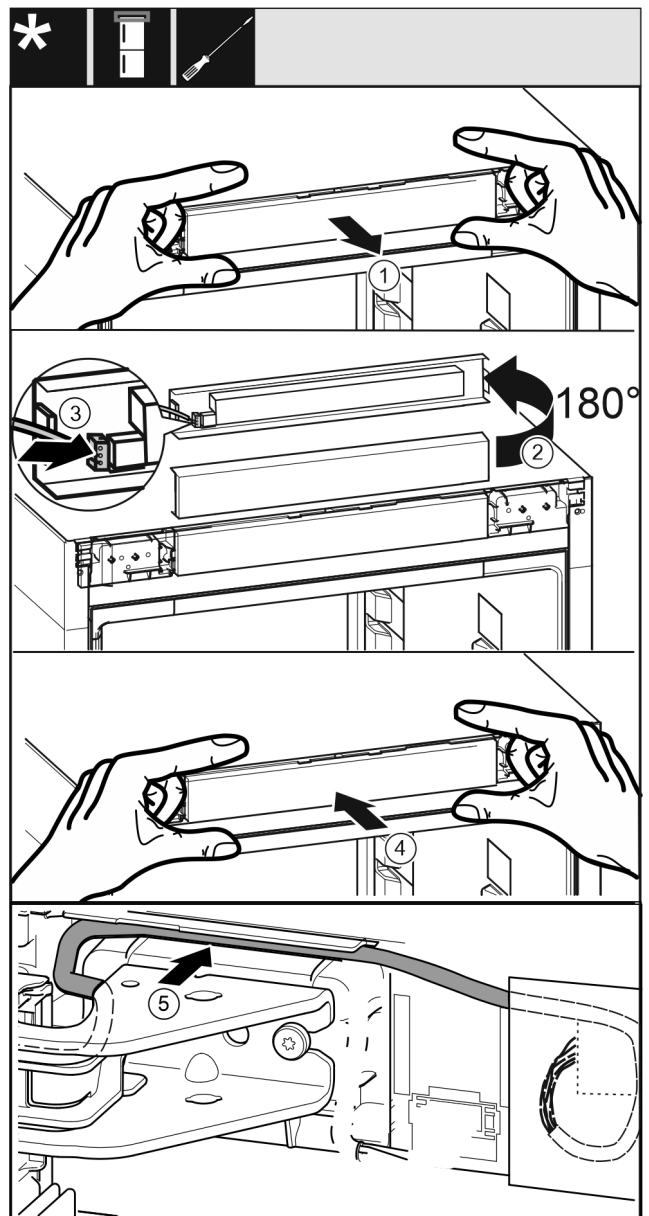

Fig. 60
- Bedienblende Fig. 60 (1) vorsichtig herausnehmen.
- Bedienblende Fig. 60 (2) um 180° nach oben drehen.
- Stecker Fig. 60 (3) an der Bedienteilblende einrasten.
- Bedienblende Fig. 60 (4) wieder am Gerät einrasten.
- Kabel Fig. 60 (5) vorsichtig in der Führung über dem oberen Lagerbock verlegen.